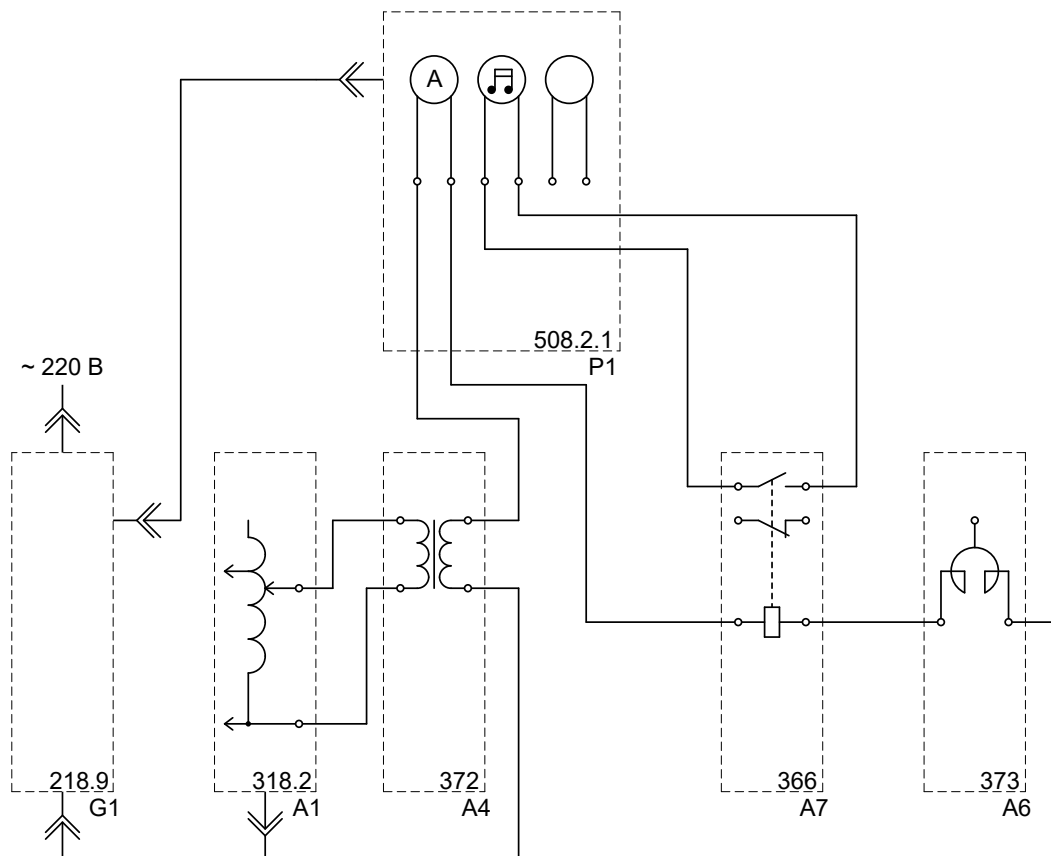

Рисунок 1.3 – Схема электрическая соединений для исследования электромагнитного реле переменного тока
3. Соедините аппаратуру в соответствии со схемой электрической соединений (рисунок 1.3).